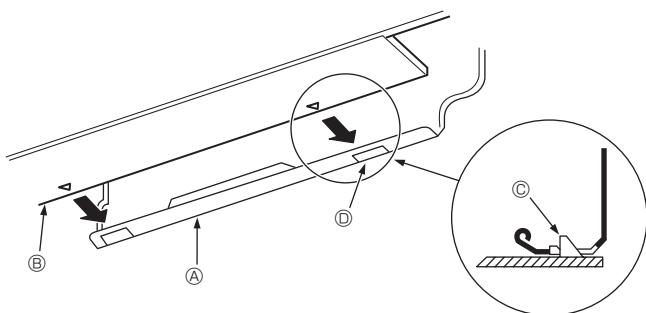

Fig. 3-12
3. Mientras inserta la tubería de refrigerante y la manguera de desagüe en el orificio de entrada en la pared (manguito de entrada), cuelgue la parte superior de la unidad interior en la placa de montaje ①.
5. Fije la unidad en la placa de montaje ① empujando la parte inferior de la unidad. (Fig. 3-12)
* Compruebe que los mandos de la parte inferior de la unidad interior estén firmemente enganchados en la placa de montaje ①.
- ① Placa de montaje
- ② Unidad interior
- ③ Gancho
- ④ Orificio cuadrado